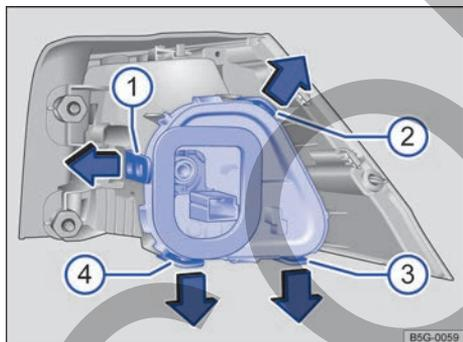

Fig. 193 Grupo óptico trasero en la carrocería: desmontaje del portalámparas. ❶ a ❷ pestañas de bloqueo.
- ❶ Para desbloquear el portalámparas, presione las pestañas de bloqueo → fig. 193 ❶ a ❷ en el sentido de las flechas.
- ❷ Extraiga el portalámparas del grupo óptico trasero.
- ❸ Sustituya la lámpara averiada por otra nueva del mismo tipo.
- ❹ Coloque el portalámparas en el grupo óptico trasero. Todas las pestañas de bloqueo tienen que encastrar de forma audible.